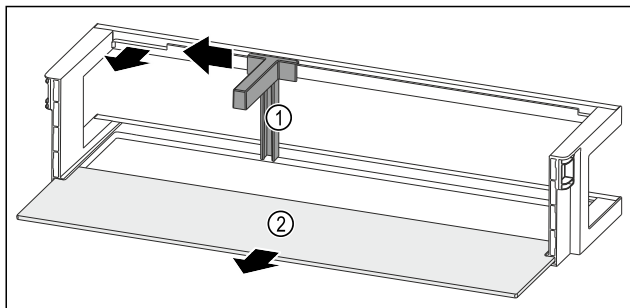

Fig. 203 Balconcino controporta con fermabottiglie e ripiano
- Spingere il fermabottiglie Fig. 203 (1) lateralmente fino all'incavo.
- Rimuovere il fermabottiglie Fig. 203 (1).
- Rimuovere il ripiano Fig. 203 (2).